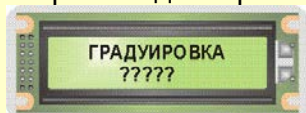

Рис. 9.3. Вид ЖКИ БУК при переходе в режим «Градуировка»
- нажать кнопку «ГРАД», при этом на ЖКИ БУК высвечивается сообщение, приведенное на рис. 9.3;